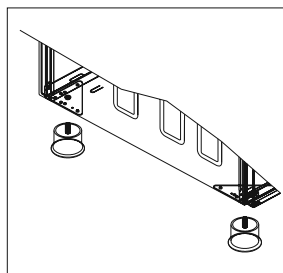
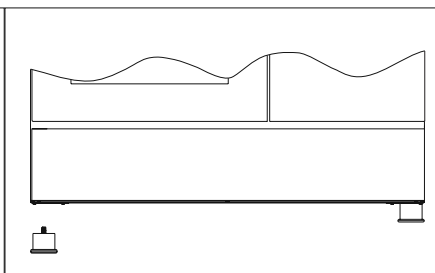

Figura 10
Figura 11
1. Os orifícios de instalação dos pés são colocados na parte de baixo do fogão, como mostrado na figura 10. De modo a enroscar os pés, coloque as porcas nesses orifícios figura 11.